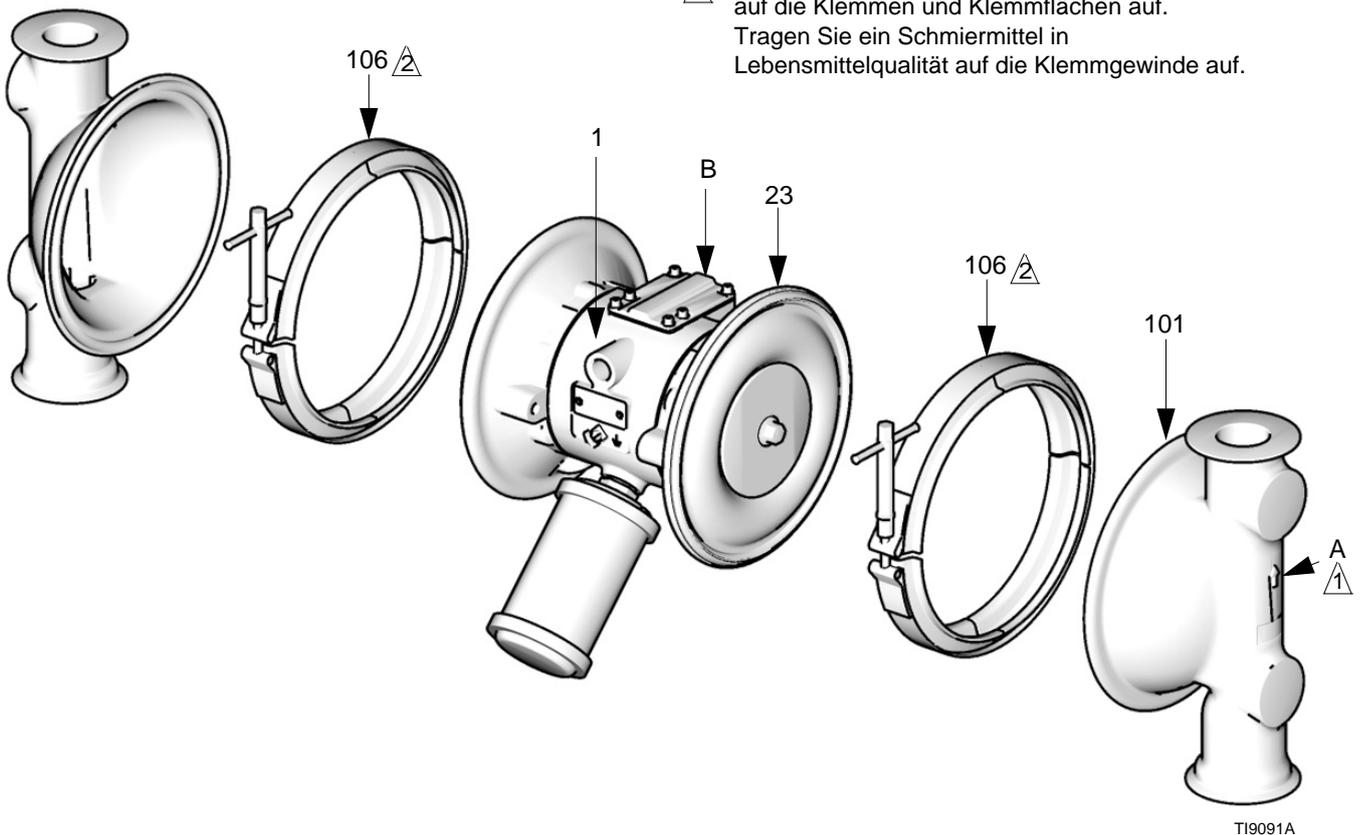

FIG. 10
3. Die Klammern (106) ausbauen, mit denen die Materialdeckel (101) an den Luftventilabdeckungen (23) gehalten werden. Die Materialabdeckungen (101) von der Pumpe abnehmen. Siehe FIG. 10.
- ⚠ Pfeil (A) muss zum Luftventil zeigen.
- mit der Aufschrift AIR SIDE gekennzeichnete Seite zum zentralen Gehäuse weist (1).
- e. Die Stauscheibe der Luftseite (104) so anbringen, dass die abgerundete Seite zur Membran (401) zeigt. Auf dieser Scheibe ist die Teilenummer aufgedruckt.
- f. Mittelfestes (blaues) Loctite® oder ein ähnliches Mittel auf den Bolzen (107) auftragen. Bolzen handfest in die Welle (24) schrauben.
3. Die Membranwelle (24) der Länge nach und an den Enden fetten und durch das Gehäuse (1) schieben.
6. Die Materialdeckel (101) und das zentrale Gehäuse (1) so ausrichten, dass die Pfeile (A) auf den Deckeln in die gleiche Richtung zeigen wie das Luftventil (B). Die Deckel mit den Klammern sichern. Siehe FIG. 10.